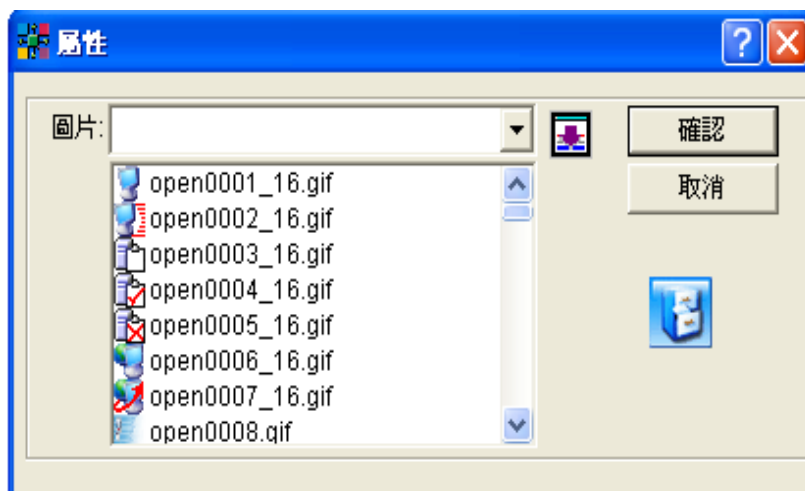

图 54
**新增：**在设计模式下，先点击菜单栏“工作流/装饰图”、点击图标“”、同时按 Ctrl 键和 P 键、在工作区点击右键，在弹出菜单（见图 49）中点“装饰图”后，再在工作区空白处点击一下，系统即开启装饰图属性窗口（见图 54），在图 54 中选择好图片后，点击“确认”即可。若位置不正确，可随意移动至最佳位置